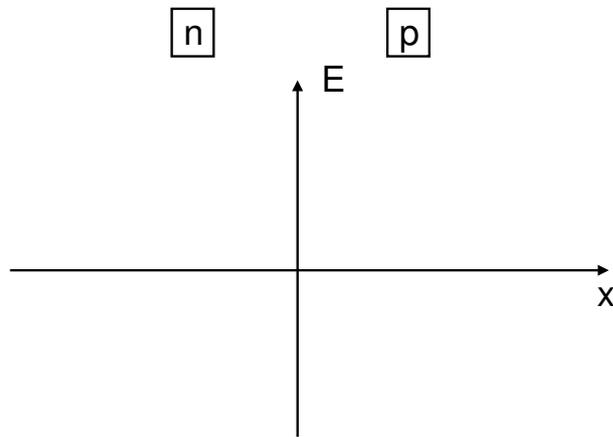

Abbildung 2.3: E-Feld innerhalb der Sperrschicht der Diode D_1 .
c) Zeichnen Sie in Abbildung 2.3 qualitativ w_n und w_p sowie den Verlauf des E-Feldes von Diode D_1 ein!